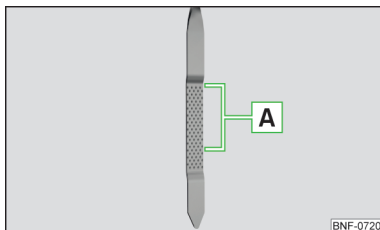

Bild 109
Oljemätsticka » bild 109
- Oljenivån får aldrig ligga över eller under området **A** » bild 109 - skaderisk på motorn och avgassystemet.